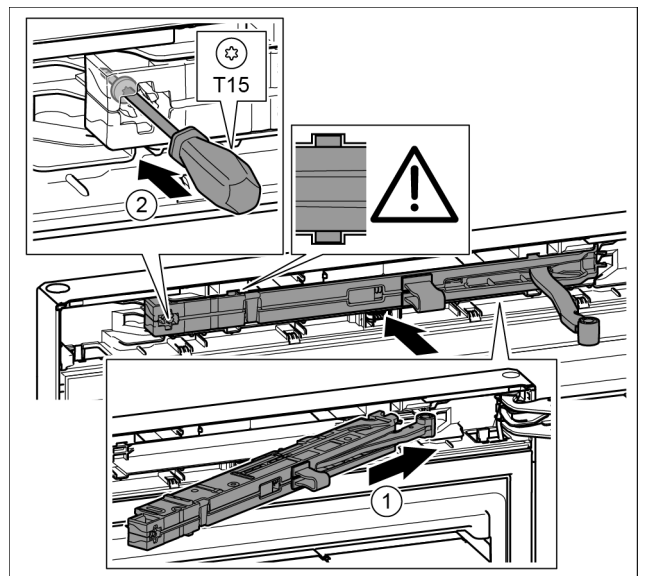

Fig. 41
- ▶ Під нахилом просуньте демперний вузол з боку опорного кронштейна в отвір до упору. Fig. 41 (1)
- ▶ Закрутіть гвинт за допомогою викрутки T15. Fig. 41 (2)